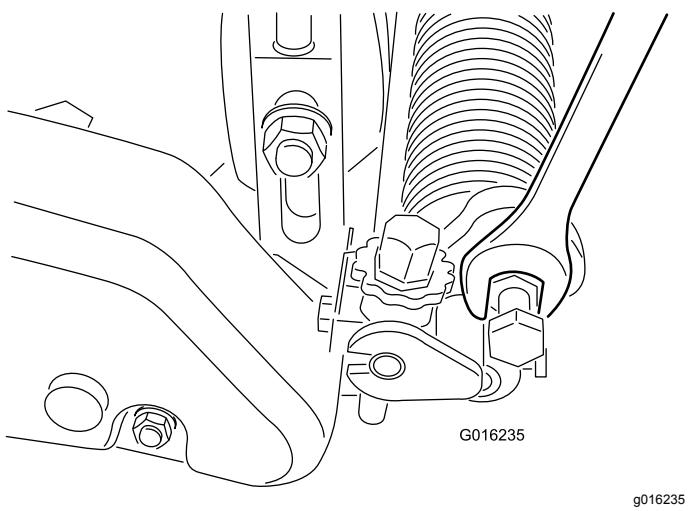

Figura 24
- B. Rode os braços para cima ou para baixo para a posição A ou B (Figura 24).